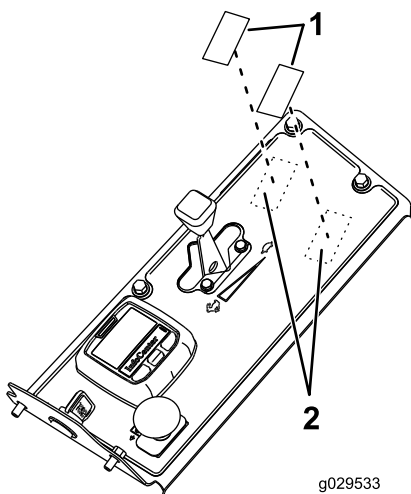

図 23
5. コントロールパネルから打ち抜きプラグ 2ヶ所を打ち抜いて外す 図 23。